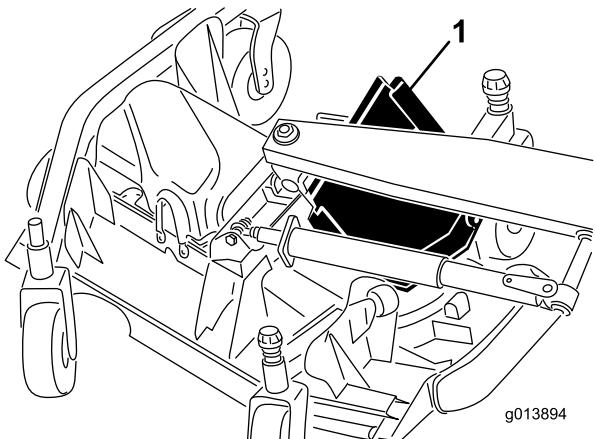

図 47
- 前側エッジを持ち上げ、これを昇降アームとローラの間に移動する 図 47。